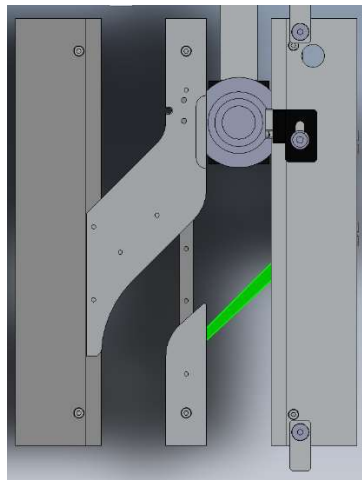

Abbildung 3: Ausrichtung bei Umleitung
- die Position der Schranke an den Profilen ausgerichtet ist, wenn ein Röhren umgeleitet wird, siehe Abbildung 3; für Röhren, die vom Modul geleitet werden müssen, sollte die Umleitung fließend erfolgen, ohne dass der Carrier fehlt oder teilweise blockiert wird.